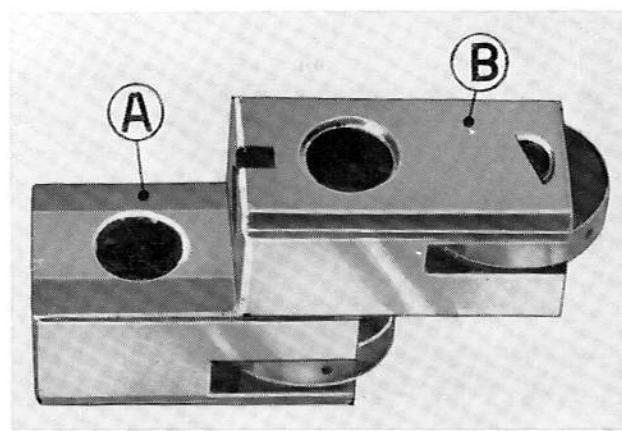

Fig. 66
Monter les pousoirs dans leur logement, plaçant celui d'aspiration (A), ayant une face de glissement, du côté du cylindre et le poussoir d'échappement (B) comme indiqué sur la fig. 66.